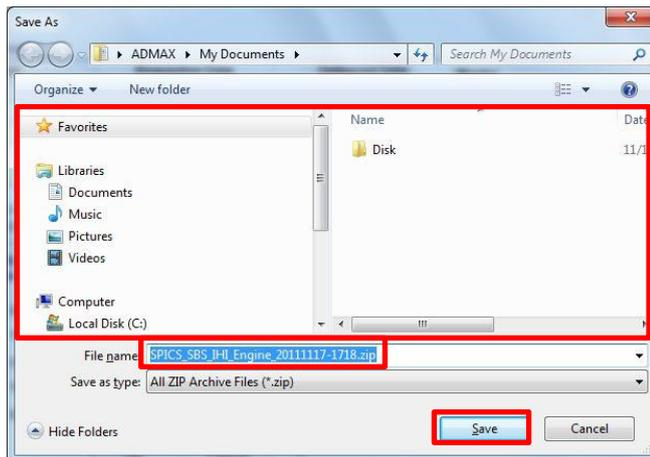

図 10.9 Save As
20. "Save As Screen"(図.10-9)が表示されます。